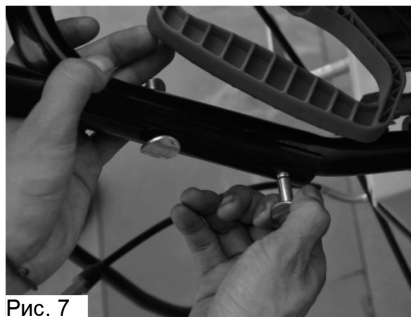

Рис. 7
2. С правой стороны вставьте в отверстия два болта и затяните гайками (Рис. 7).